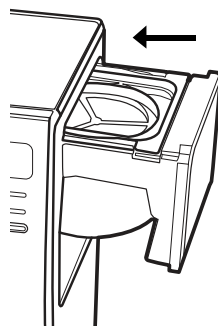

Figura 6
- D. Coloque e deslize a gaveta porta filtro em seu lugar (Figura 6).